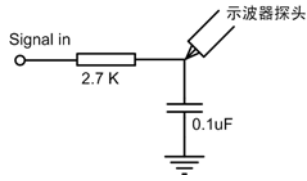
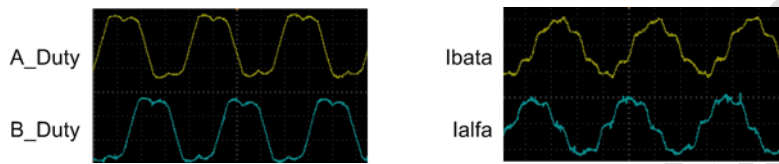

图 1.3 低通电路及示波器测试图
图 1.4 用示波器观察到的 PWM 和电流波形图
- 6) 把 JP11 的 1~4 脚分别接入如图 1.3 所示的低通电路。
7) 按图 1.3 所示位置接入示波器，分别观察 JP11 的 1~4 脚的输出波形。输出的波形如图 1.4 所示，且  $I_{\beta}$  和  $I_{\alpha}$  相差  $180^\circ$  的相位。